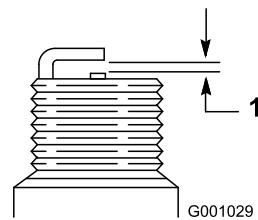

Figure 45
- Réglez l'écartement des électrodes de la nouvelle bougie à 0,76 mm (Figure 45).